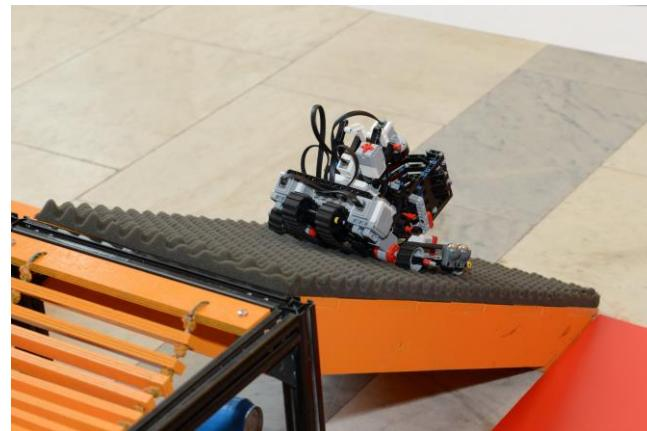

Рисунок 9 - «Наклонная 30° »
1.5.9. **Наклонная поверхность** с углом наклона 30° , обитая поролоном. (рисунок 9).